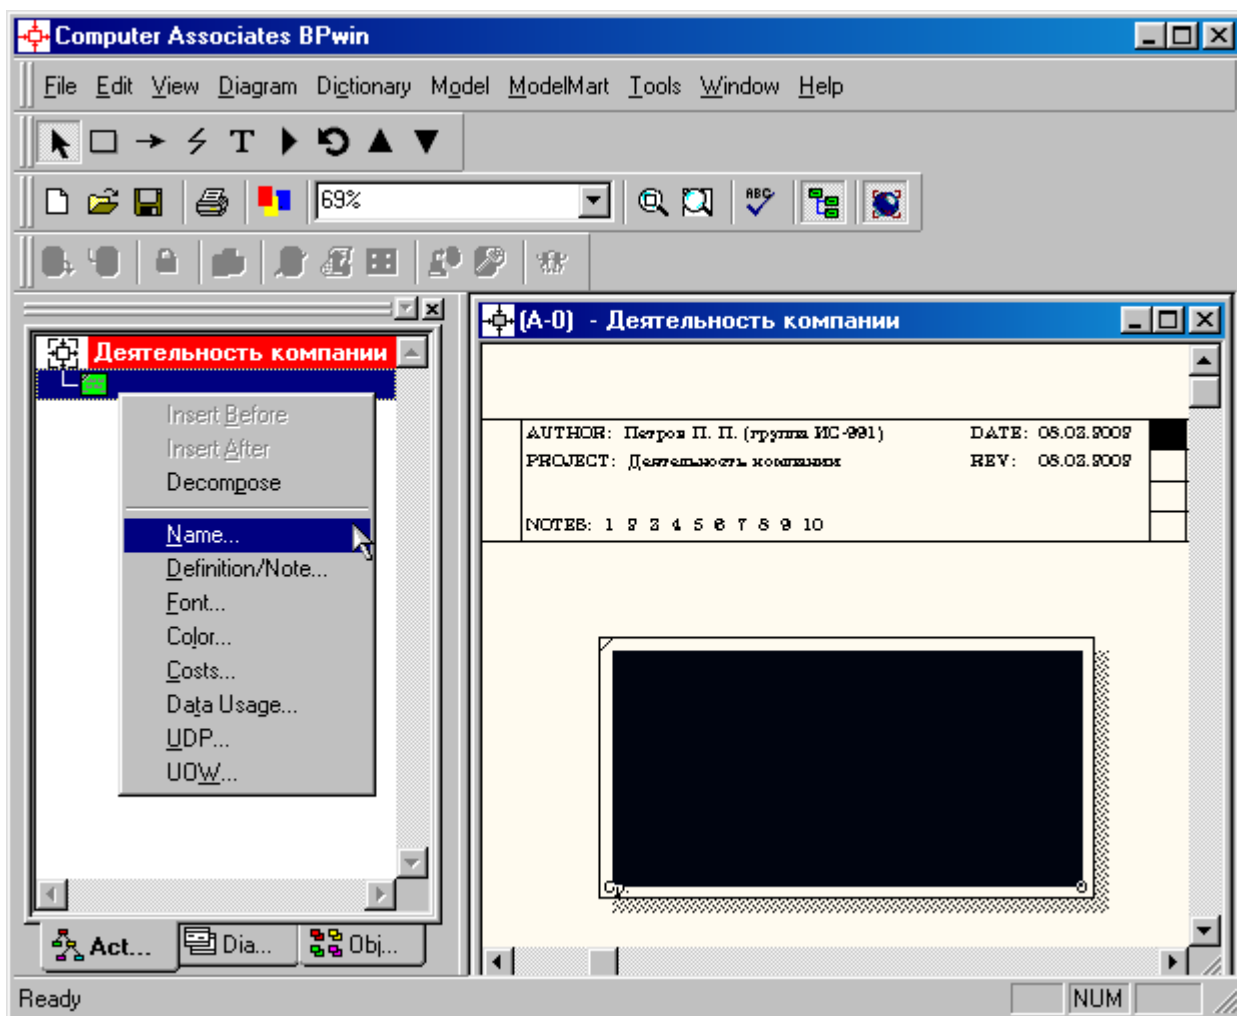

Рисунок 1.4 – Щелчок правой кнопкой по объекту во вкладке **Activities** позволяет воспользоваться контекстным меню для редактирования его свойств
- 6 Обратите внимание на кнопку  на панели инструментов. Эта кнопка включает и выключает инструмент просмотра и навигации - **Model Explorer** (Браузер модели). **Model Explorer** имеет три вкладки – **Activities** () **Act...**), **Diagrams** () **Dia...**) и **Objects** () **Obj...**). Во вкладке **Activities** щелчок правой кнопкой по объекту в браузере модели позволяет выбрать опции редактирования его свойств (рисунок 1.4).